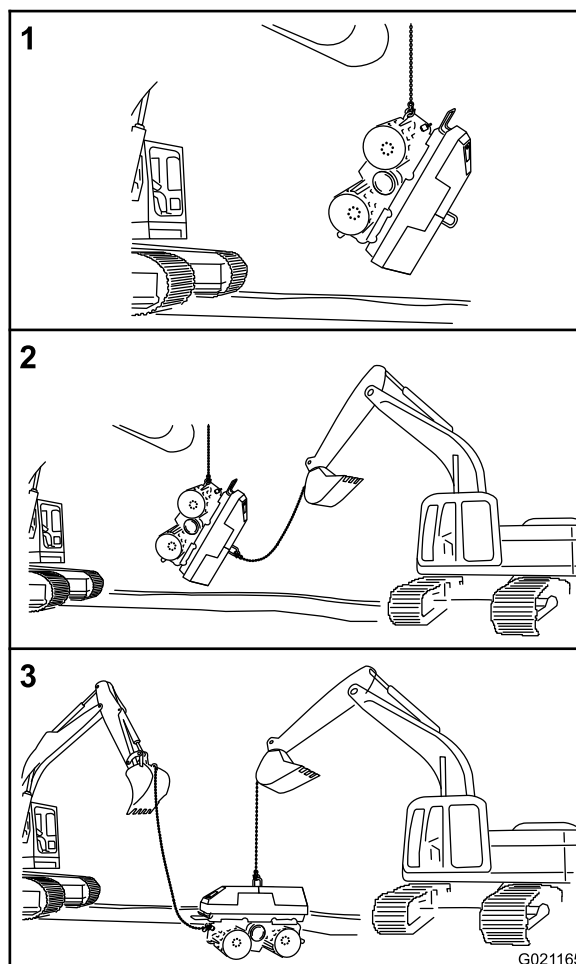

Figura 47
- A. Sujete el primer equipo de elevación al anillo de amarre delantero o trasero (Figura 47).
- B. Eleve lentamente el equipo de elevación para girar la máquina a la posición vertical (Figura 47).
- C. Conecte el segundo equipo de elevación a la argolla de elevación (Figura 47); consulte Izado de la máquina (página 34).
- D. Transfiera el peso de la máquina del primer equipo de elevación al segundo (Figura 47).
3. Baje la máquina y desconecte los equipos de elevación (Figura 47).